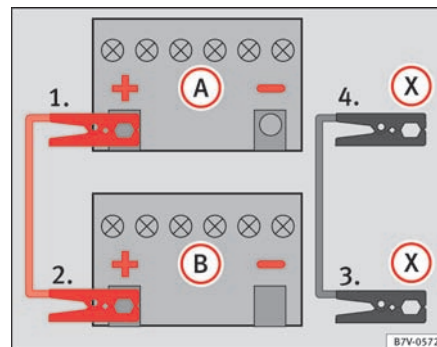

Fig. 214 Skematisk visning af, hvordan startkablerne sættes på, når den hjælpende bil har start-stop-funktion: afladet batteri (A) og strømgivende batteri (B).
- I biler **med start-stop-funktion**: Sæt den ene ende af det *sorte* startkabel ⊗ fast på en egnet stelforbindelse – en massiv metaldele, der er skruet sammen med motorblokken eller selve motorblokken ⇒ Fig. 214.
- Sæt den anden ende af det *sorte* startkabel ⊗ på en massiv metaldele, der er skruet fast på motorblokken, eller på selve motorblokken i bilen med det afladene batteri – dog ikke i nærheden af batteriet (A) ⇒ Δ.